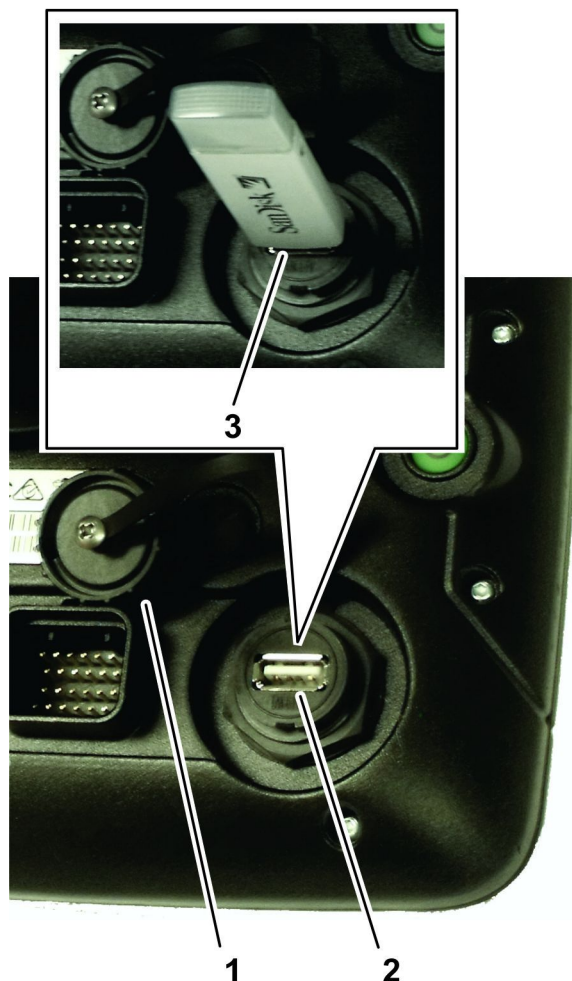

図 88
1. 電源ボタンの下にある USB ポートのキャップを外す 図 88。
2. USB ソケットに USB 記憶装置を入れる 図 88。